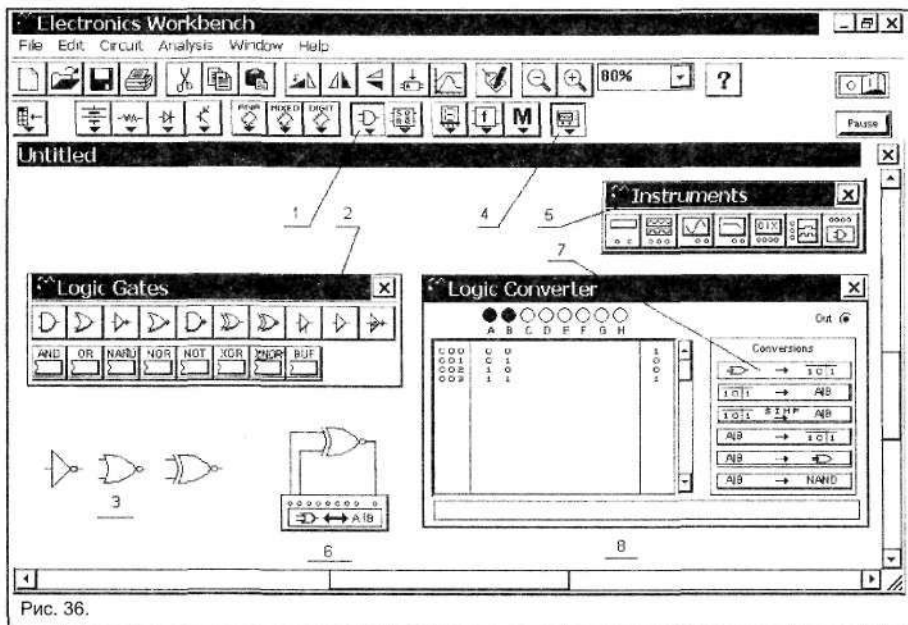

Рис. 36.
Рассмотрим построение таблиц истинности для логических элементов, при помощи системы EWB 5.12. Последовательность операций для получения таблиц истинности логических элементов будем проводить с помощью рис. 36.
1. В меню системы EWB 5.12 выбираем значок с именем **Logic Gates**, отмеченный на рис. 36 цифрой 1;
2. Из панели **Logic Gates** (отмечена цифрой 2), на рабочем поле размещаются графические символы логических элементов NOT (НЕ), NOR (ИЛИ-НЕ), XNOR (исключающее ИЛИ-НЕ) (на рис. 36 отмечено цифрой 3);
5. Собирается схема, показанная на рис. 36 (над цифрой 6). На этой схеме таблица истинности снимается для элемента XNOR. Входы логического элемента подключаются к крайним слева клеммам прибора, выход логического элемента подключается к крайней справа клемме;
8. Для получения таблиц истинности других элементов в собранной схеме (см. схему на рис. 36, над цифрой 6) заменяются графические символы элементов из имеющихся в библиотеке **Logic Gates**.